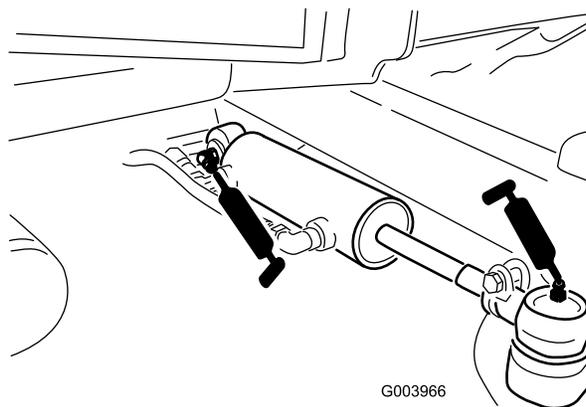

Figura 58
- Giunti sferici (2) del cilindro di sterzo (Figura 58)